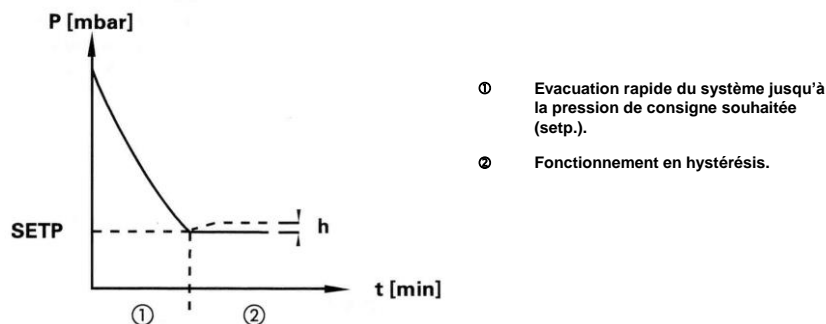

Fig. 3a : Schéma de régulation en mode de fonctionnement manuel : mode 1
5.1.1 Régulation manuel Mode 1 (voir Fig. 3a)